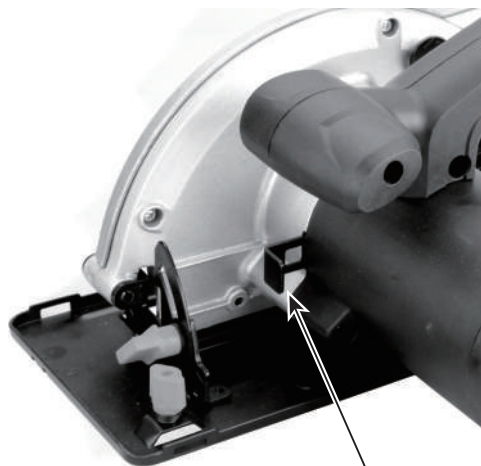

Fig. 3 13
2. Spingere il pulsante di blocco del mandrino (13) verso l'alloggiamento del motore come mostra la freccia in fig. 3 e tenerlo saldamente.
3. Ruotare il bullone di fissaggio della lama (11) in senso antiorario.
4. Rimuovere il bullone del morsetto della lama e la flangia esterna (10).
5. Sollevare la protezione inferiore (12) utilizzando la leva per la protezione inferiore (1),